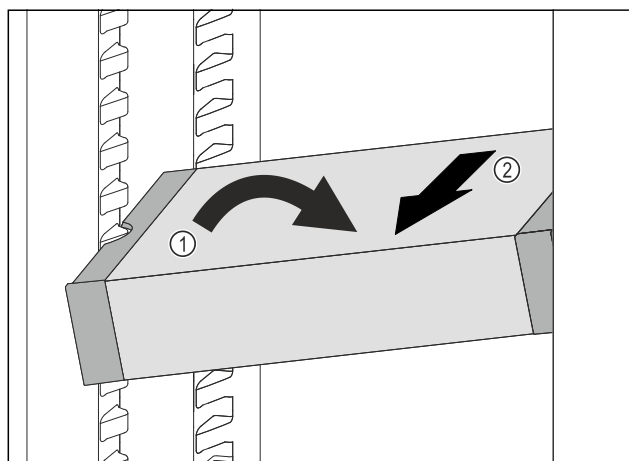

Fig. 177
- VarioSafe ustawić w chłodziarni pod skosem. Fig. 177 (1)
- VarioSafe wyjąć do przodu. Fig. 177 (2)